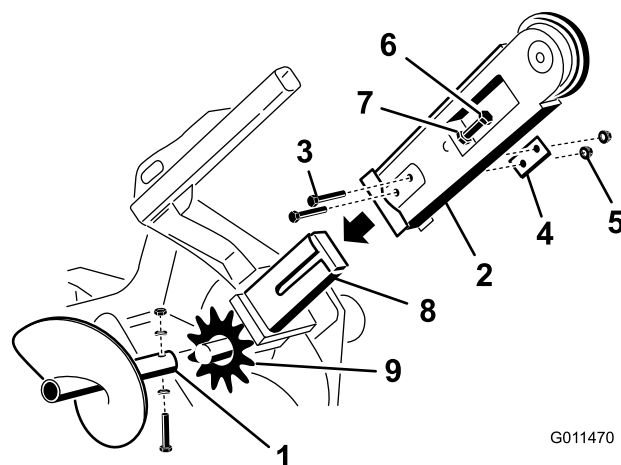

Figura 3
3. Rimuovete il bullone, le 2 rondelle curve e il dado che fissano la coclea, quindi rimuovete la coclea (Figura 3).
4. Togliete i due bulloni, i dadi e le rondelle doppie montate sulla parte laterale della barra (Figura 3).
5. Allentate il dado di regolazione e il controdado (Figura 3).